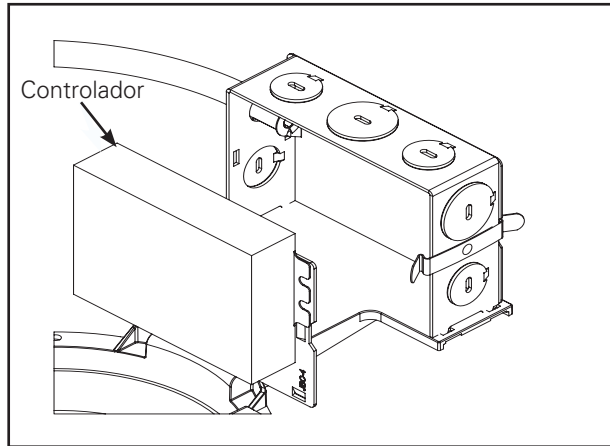

Figura 15
2. Extraiga el controlador y la unidad de la cubierta de la caja de derivación. (Figura 15.).